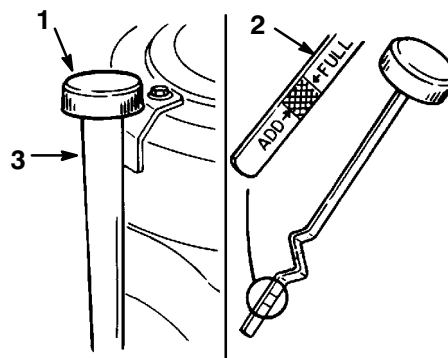

Abbildung 31
3. Den Bereich um den Ölpeilstab herum reinigen (Abb. 31), damit kein Schmutz in die Einfüllöffnung fallen und den Motor beschädigen kann.
4. Den Ölpeilstab losschrauben und das Metallende sauberwischen (Abb. 31).
5. Den Ölpeilstab vollständig auf das Einfüllrohr schrauben (Abb. 31). Den Peilstab wieder losschrauben und das Metallende untersuchen. Wenn der Ölstand zu niedrig ist, langsam nur soviel Öl in das Einfüllrohr gießen, dass der Ölstand bis zur "FULL"-Markierung gebracht wird. Den Peilstab wieder festziehen.
7. Langsam ca. 80 % der angegebenen Menge Öl in das Einfüllrohr gießen (Abb. 31). Dann den Ölstand kontrollieren. Siehe "Ölstandskontrolle", Seite 36. Langsam mehr Öl einfüllen, bis es die FULL-Marke am Peilstab erreicht hat.